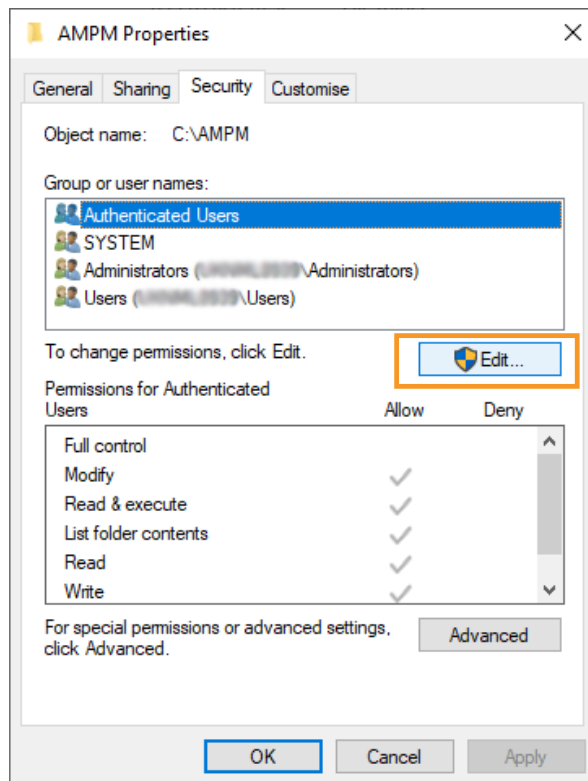

Figure 40 Properties (Propriétés), onglet Security (Sécurité) et bouton Edit (Modifier)
1. Accédez au dossier AMPM Data, faites un clic droit et sélectionnez **Propriétés** (Propriétés). Sélectionnez l'onglet **Security** (Sécurité), puis sélectionnez **Edit** (Modifier) (voir la Figure 40).